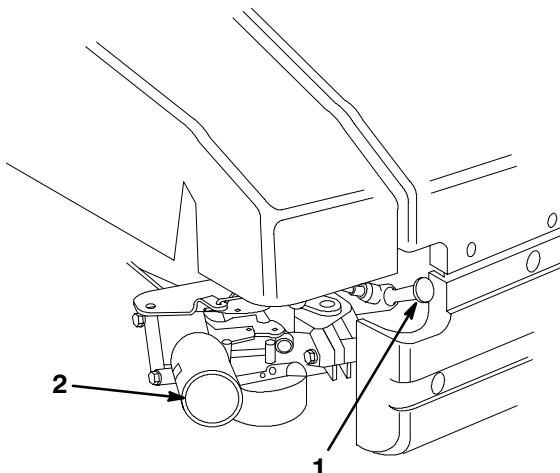

Figure 9
- Branchez la bougie (Fig.9).
- Appuyez sur l'amorceur à trois reprises, en marquant une pause de deux secondes chaque fois (Fig. 9).